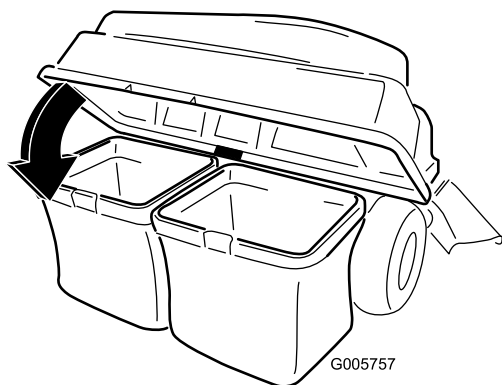

Figure 15
3. Abaissez le couvercle du collecteur sur le bac (Figure 15).